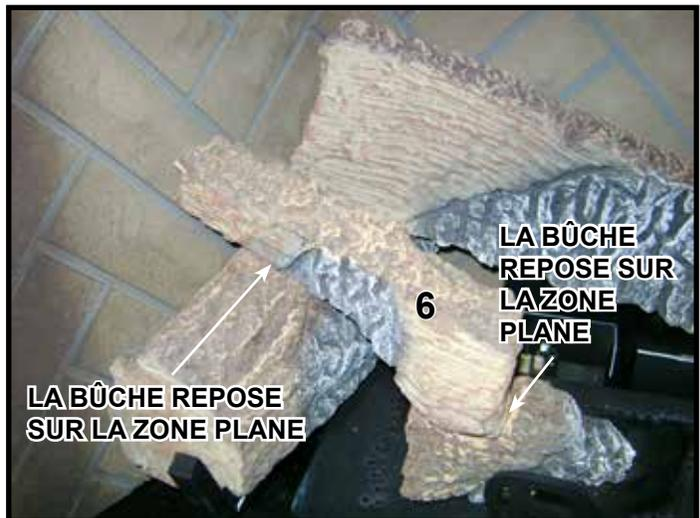

Figure 14. Placer la bûche n° 6
**Bûche n° 6 (SRV2225-706)** : Placez l'extrémité épaisse de la bûche sur la zone plane de la bûche n° 5, comme il est indiqué à la figure 12 et à la figure 14. Placez l'extrémité plus étroite de la bûche sur la zone plane de la bûche n° 2. La zone plane de la bûche n° 2 est indiquée à la Figure 7.